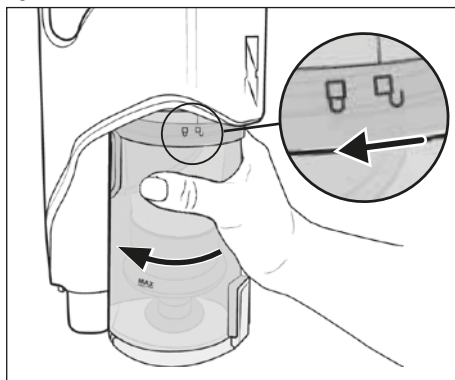

Fig. 16
- 1) Para desmontar el depósito de polvo **7** del aparato, gírelo hacia el símbolo  (abrir) hasta que pueda retirarse del aparato (consulte la fig. 16).